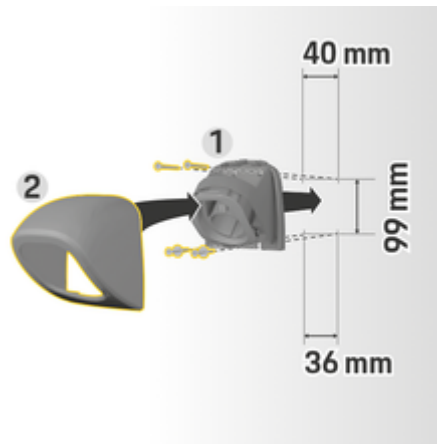

Fig. 64: Dimensões de perfuração
1. Remova o prendedor do conector 1 (Fig. 64) da tampa 2 (Fig. 64).
4. Parafuse o prendedor do conector 1 (Fig. 64) na parede.
5. Fixe a tampa 2 (Fig. 64) no prendedor do conector 1 (Fig. 64) pela parte de baixo e empurre para cima.